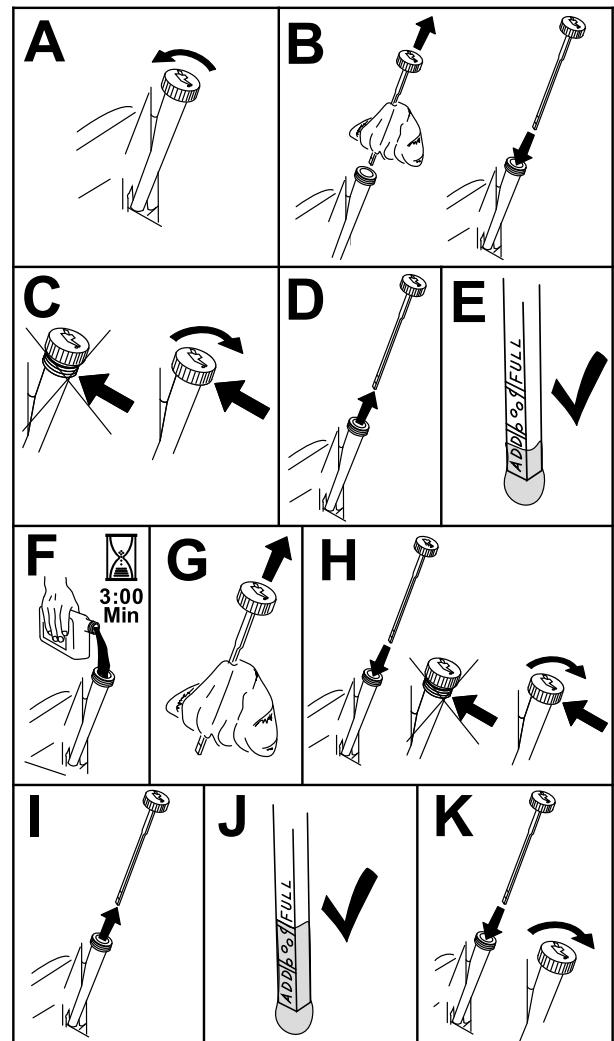

Figura 49
3. Para que no entre suciedad, recorte de hierba, etc., en el motor, limpie la zona alrededor del tapón de llenado/varilla de aceite antes de retirarlo (Figura 49).